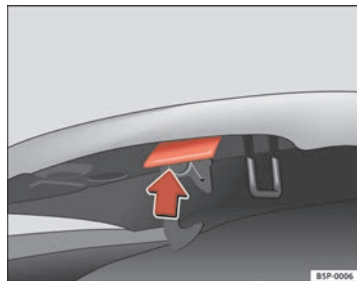

Fig. 176 Dispositivo di apertura del cofano del vano motore
- Spingere verso l'alto la leva situata sotto il cofano ⇒ fig. 176. In questo modo il cofano viene disimpegnato dal gancio che lo trattiene.